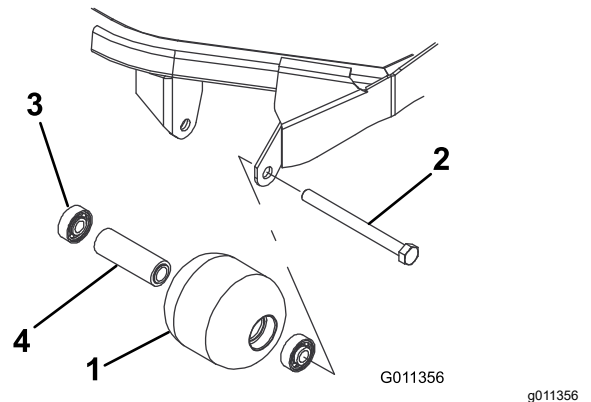

図 87
1. ローラ取り付けボルトを外す 図 87。
4. ローラハウジング、ベアリング、ベアリングスペーサに破損がないか点検する 図 87。破損している部品を交換し、組み立てを行う。
1. 第一のベアリングをローラハウジングに押し込む 図 87。アウターレースのみを押すか、インナーレースとアウターレースを均等に押すかする。
2. スペーサを入れる 図 87。
3. 第二のベアリングをローラハウジングに押し込む 図 87。インナーレースがスペーサに接触するまで、インナーレースとアウターレースを均等に押す。